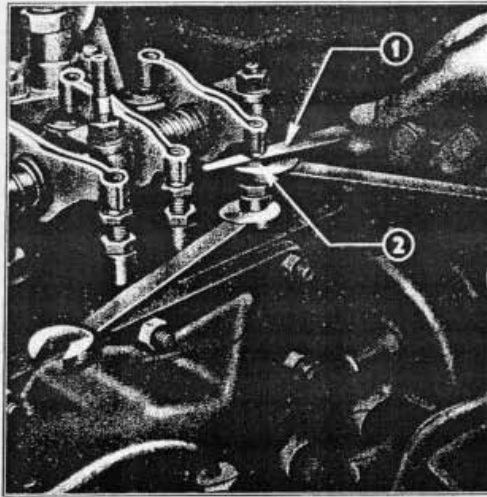

Fig. 4 - Reglage du jeu des soupapes
6. A l'aide d'un calibre de 0,25 mm glissé entre l'extrémité du culbuteur et la vis de fixation du poussoir, vérifier le jeu des soupapes N° 1, 2, 3 et 5 (d'arrière en avant). S'il y a lieu, régler le jeu des soupapes comme on le montre sur la Fig. 4. Après réglage, serrer à fond l'écrou de blocage de la vis de fixation du poussoir.